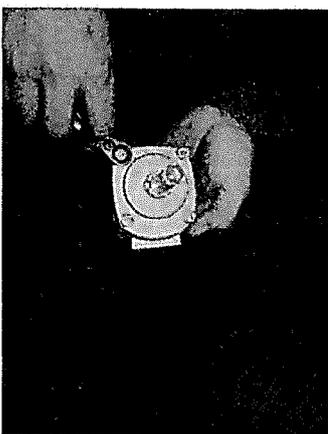

Fig. 5
5. Svitare con una chiave da 10 mm le quattro viti che bloccano il coperchio (Fig.5).